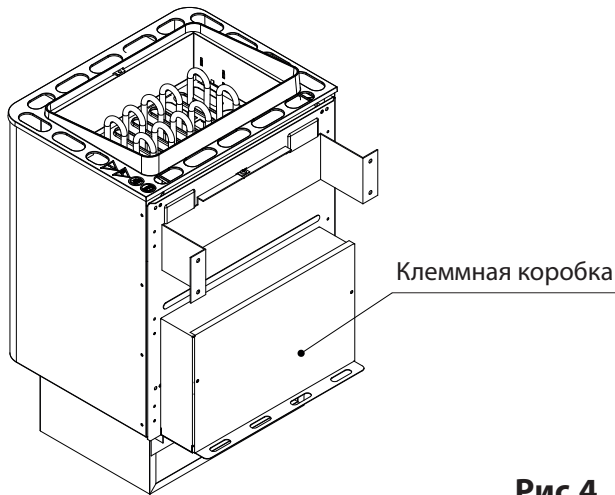

Рис.4
3. Закрыть клеммную коробку, одев на нее заднюю стенку и закрепив ее с помощью 2-х шурупов (рис. 4)